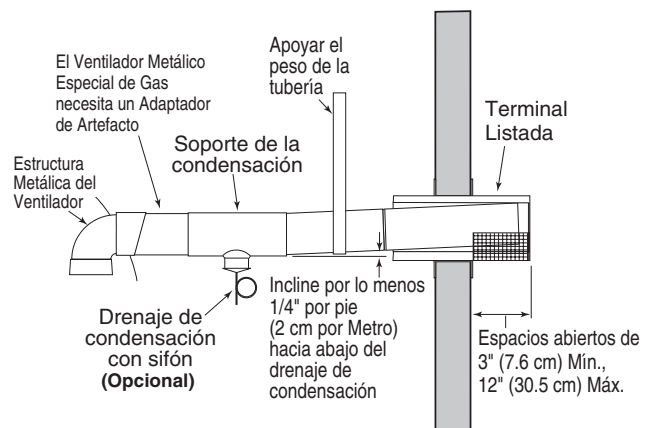

Figura 23.
- Por lo menos a 0.1 metros y como mucho a 0.3 metros fuera de la pared (ver **Figura 23**), siguiendo las instrucciones del fabricante del ventilador